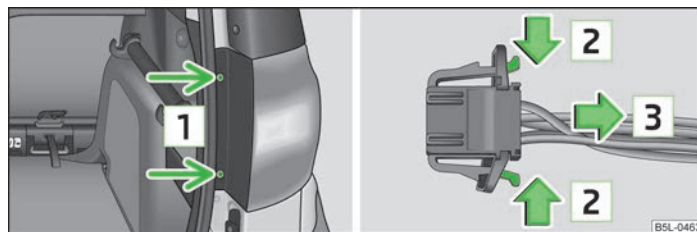

Fig. 171 Demontarea blocului optic spate / detașarea conectorului
- › Deșurubați lampa cu ajutorul cheii torx din trusa de scule. Partea mai scurtă a cheii servește la slăbirea șuruburilor [1] » fig. 171, iar partea mai lungă, la deșurubarea completă.
- › Prin apăsarea elementelor de fixare în sensul săgeții [2] » fig. 171 și prin tragere în sensul săgeții [3], detașați conectorul.
- › Fixați lampa strângând șuruburile [1] » fig. 171.